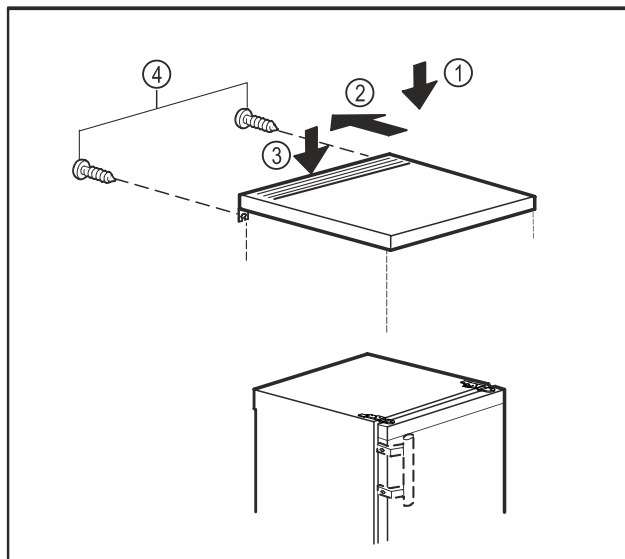

Fig. 19
- ▶ Colocar el tablero sobre el electrodoméstico. Fig. 19 (1)
- ▶ Empujar el tablero hacia atrás. Fig. 19 (2)
- ▶ Presionar el tablero hacia abajo por la parte posterior. Fig. 19 (3)
- ▶ Apretar los tornillos en la parte posterior. Fig. 19 (4)